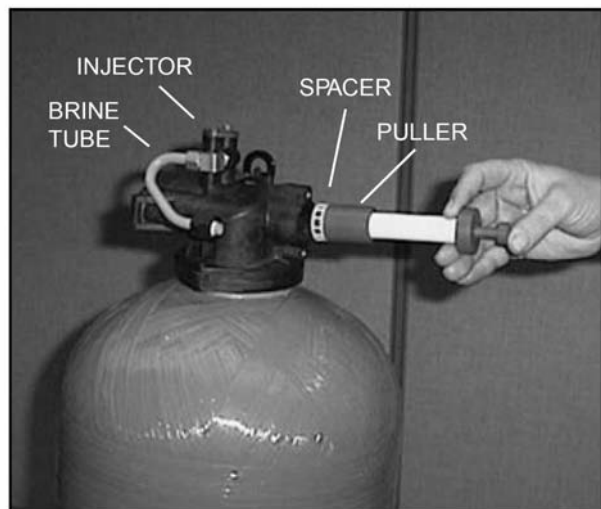

图3
8. 在拉手工具处于收回状态时放进阀体内，使拉手紧靠格栅并向里推动中心按钮（见图3），当按钮已按进去，插脚露出并咬合1/4直径处的格栅孔，取出拉手工具，格栅将会套在工具末端，向外拉工具中心的按钮，插脚将会收回，格栅将会脱离工具并取下。